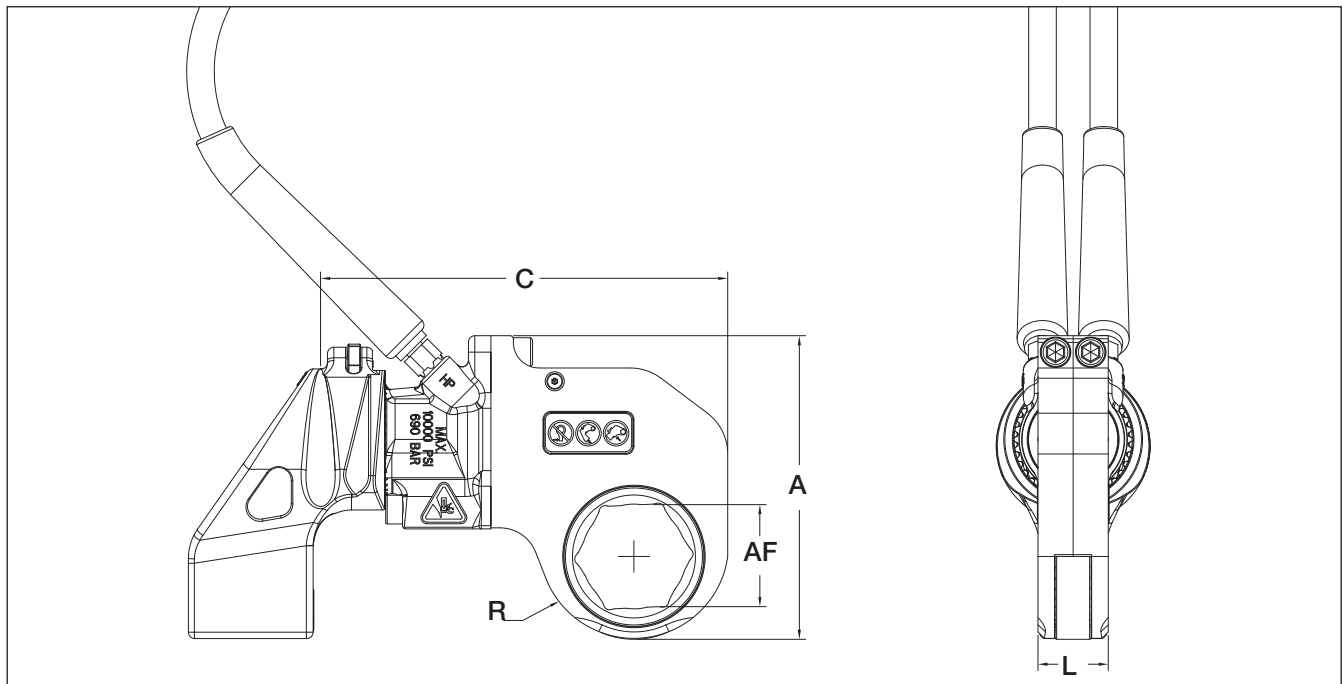

Fig. 7.1-1
7.2.1 Tabela do sistema imperial - cabeçote sextavado RSL (veja a fig. 7.1-1 para localizações das dimensões AF, R, C, A e L)
(veja a fig. 7.1-1 para localizações das dimensões AF, R, C, A e L)